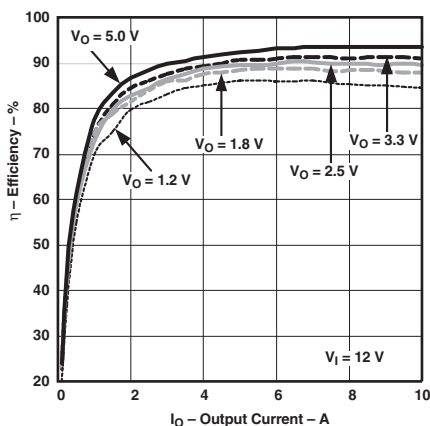
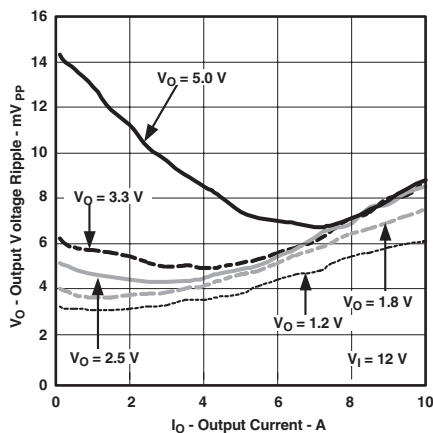
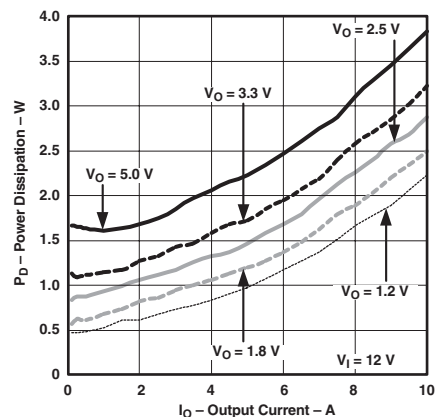

図 1
図 2
図 3
- (1) 電気的特性データは、 25°C でテストした実際の製品から求めたものです。このデータは、コンバータのデータと考えられます。図1、図2、および図3に対して適用されます。